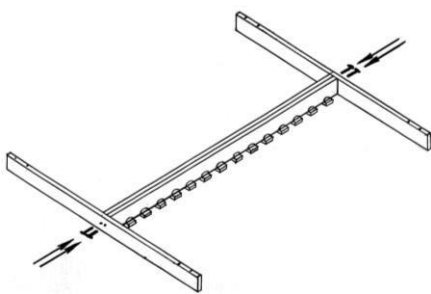

Рисунок 1
1. С помощью 4 винтов-конфирматов 7x50 присоедините к центральному бруску с латодержателями два поперечных бруска (рисунок 1).